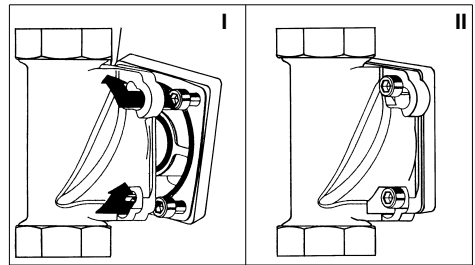

Abb. 2: Einbaudrehflansch mit Bajonett
- Die vier Flanschschrauben in die Bajonettbohrung am Einbaudrehflansch stecken (siehe Abb. 2 I).
- Die Hauswasserstation im Uhrzeigersinn bis zum Anschlag drehen (siehe Abb. 2 II).